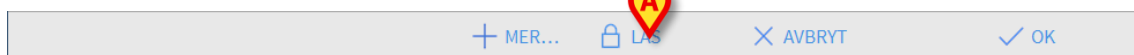

Fig 6
- Klikk på **Lås**-knappen i “Pålogging”-skjermens kommandolinje (Fig 6 A).